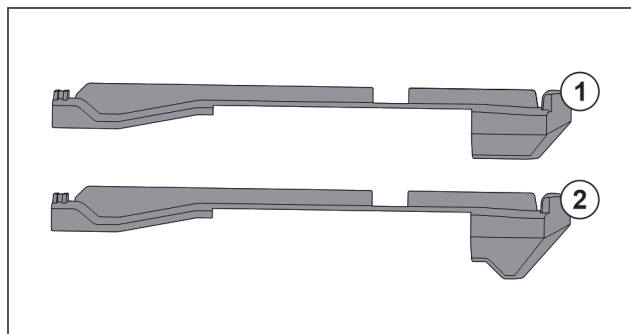

Fig. 123 Primerjava natičnih nastavkov
V napravi sta dva različna natična nastavka. Natični nastavek nad povsem spodnjim predalom Fig. 123 (2) ima trikotni rob. Vsi ostali natični nastavki Fig. 123 (1) imajo raven rob.
- ▶ Natični nastavek Fig. 123 (2) s trikotnim robom namestite nad povsem spodnjim predalom.
- ▶ Natični nastavek Fig. 123 (1) z ravnim robom namestite na vsa preostala mesta.